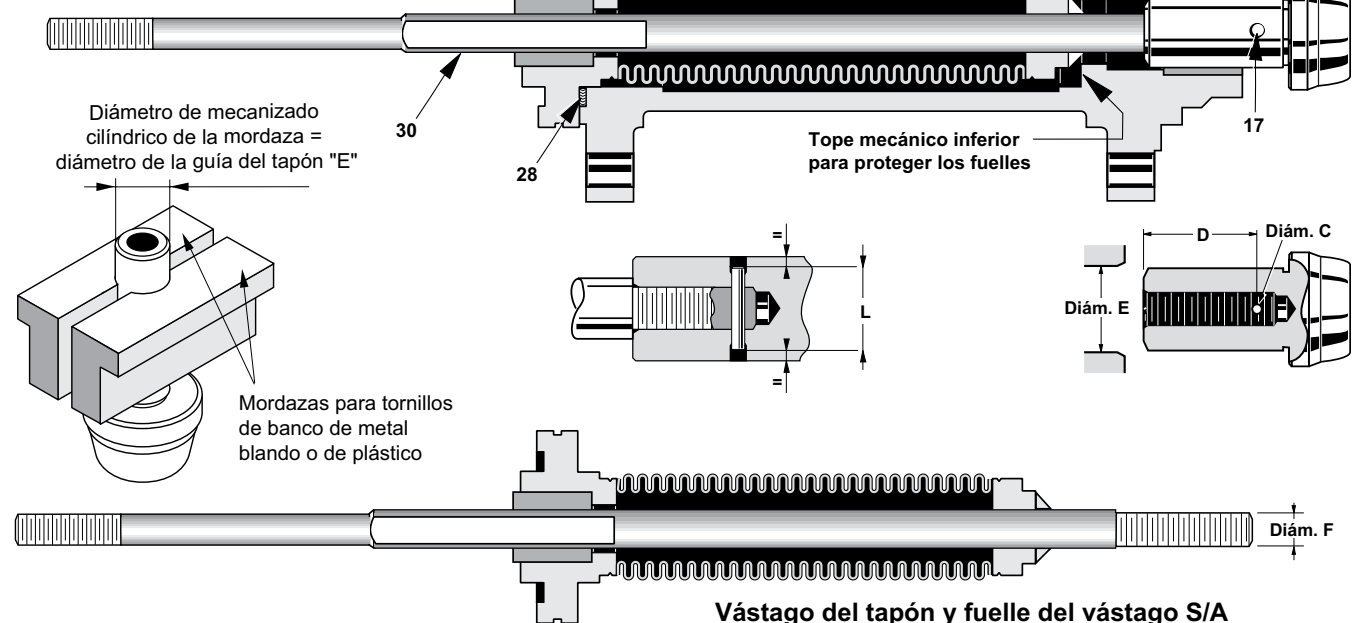

Figura 18 - Desenganche y fijación del tapón al vástago
Nota: Utilice siempre mordazas metálicas suaves para sujetar la superficie de la guía del tapón. Si no se toma esta precaución, podría dañarse la superficie de la guía del tapón durante el anclaje, ver la Figura 18 en página 29.
o estelite sólido o equivalente), taladre el vástago al mismo diámetro (diámetro C en la Figura 18 en página 29) que el orificio del mango del tapón.
- Haga coincidir el diámetro C, ver Figura 18 en página 29.
- Mida la dimensión D en función del diámetro de la guía del obturador y el diámetro del vástago, ver Figura 18 en página 29.
- Seleccione el tamaño correcto del pasador en función del diámetro de la guía del tapón y el diámetro del vástago, ver la Figura 18 en página 29. Aplique una pequeña cantidad de grasa en el pasador y ensamble a mano en el orificio del tapón.
- Presione el pasador en el orificio con un martillo. Complete la operación de fijación asegurándose de que el pasador esté empotrado por la misma cantidad desde ambos lados, ver la Figura 18 en página 29).